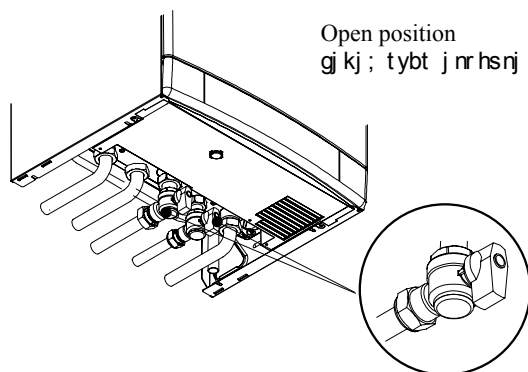

Fig. 6.1
- 2 Open the gas cock 14 (Fig. 6.1) on the appliance and check the gas connector on the appliance for leaks.
- 2 Откройте газовый кран 14 (рис. 6.1) на устройстве и проверьте подключение на отсутствие утечек.
- 2 Open the cold water inlet cock 13 (Fig. 6.1).
- 2 Откройте кран подачи холодной воды 13 (рис. 6.1).